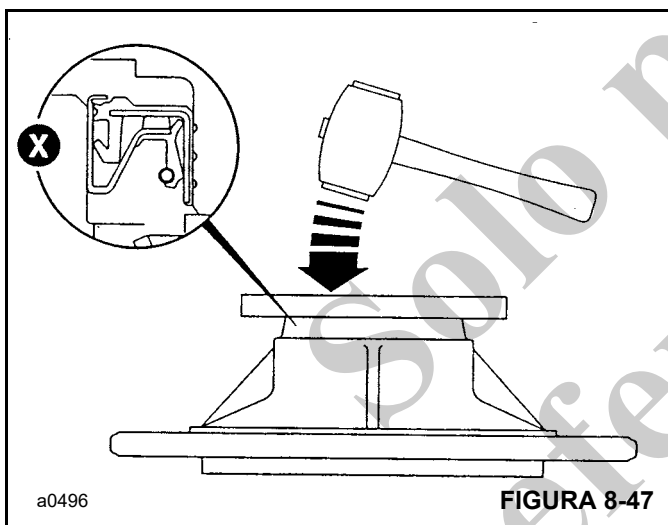

FIGURA 8-47
15. Instale un sello combinado nuevo 9 en el portacojinete (Figura 8-47).